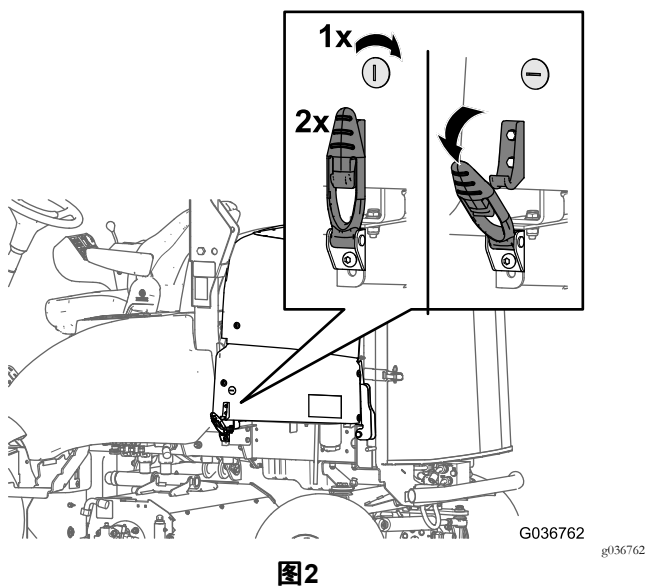

图2
1. 将机罩钥匙插入机罩锁将锁逆时针旋转 90° 图1 或 图2。
- 对侧面安装机罩门锁的机器从弹簧扣上卸下 2 个机罩门锁 图2。